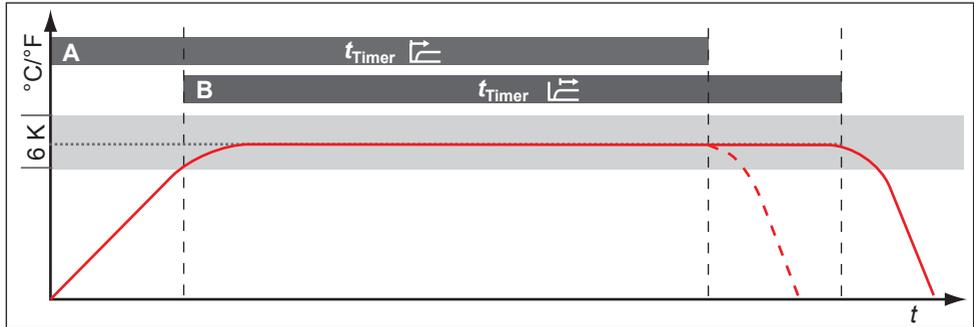

Fig. 27 Modo timer
Aquí se puede ajustar si el reloj de cuenta atrás digital con indicación del valor nominal (timer, véase la página 29) debe trabajar según los valores nominales, es decir, si el tiempo de funcionamiento con timer debe empezar a contar al alcanzar una banda de tolerancia con respecto a la temperatura nominal de ± 3 K (Fig. 27, B), o inmediatamente después de la activación del timer (A).